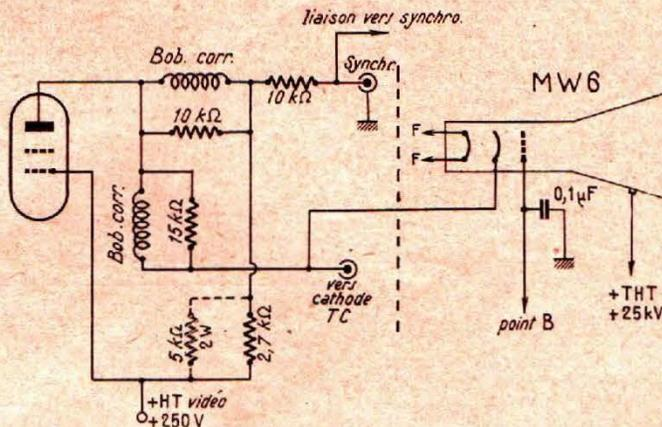
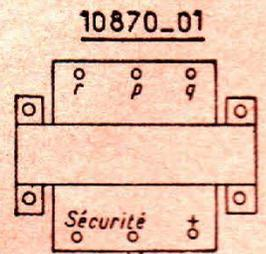

FIG. 1
Fig. 4
On effectuera le montage de la manière suivante : le circuit de synchronisation décrit par nous dans le précédent ABC (voir la figure 1 de cet article) comporte une « entrée synchro » reliée par $C_1 = 0,1 \mu\text{F}$ à la grille de V_1 lampe séparatrice du type EF80.
La figure 1 reproduit la partie VF de la platine avec ses liaisons au tube MW6 et les circuits de ce
c) wehnelt sans changement ; 0,1 μF à la masse et liaison (point b) au circuit de sécurité. (figure 4 précédent article ABC de la TV).
soit branchée ? La réponse à cette question est donnée par l'examen du schéma figure 1 et de celui du circuit de sécurité (figure 4 précédent article).
b) Transformateur de sortie image : Transco type 10780-01. La figure 4 donne son aspect et indique les points de branchements.
veloppe isolante du bobinage. En regardant le transformateur du côté supérieur on trouve sur la joue côté point A, trois points de branchement : + à connecter à la résistance de 500 Ω et au condensateur de 32 μF armature positive ; sécurité : deux points, choix indifférent, à connecter au dispositif de sécurité (figure 4 précédent article). Sur la même joue mais du côté opposé on trouve alors les points r, p, q qui se connecteront comme